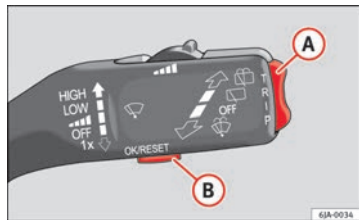

Fig. 34 Indicatore multifunzione: elementi di comando
- premendo brevemente il tasto **(B)** della leva ⇒ fig. 34 ⇒ pagina 62, oppure
Il tasto per cambiare le funzioni **A** ⇒ fig. 34 e il tasto per cancellare la memoria **B** si trovano sulla leva del tergicristalli.
- Premere brevemente il tasto **B** ⇒ fig. 34 della leva.
- Premere brevemente l'interruttore a bilanciere **A** ⇒ fig. 34 della leva in alto o in basso. In questo modo, vengono visualizzate successivamente nel display le funzioni dell'indicatore multifunzione.
- Tenere premuto il tasto ② ⇒ fig. 34 della leva.
A temperature inferiori a +4 °C (+39 °F), viene visualizzato anche il simbolo del cristallo di ghiaccio (segnale di avvertenza di carreggiata gelata) e si attiva un segnale acustico. Premendo il tasto doppio ③ ⇒ fig. 34 della leva o
- Premendo il tasto **A** → fig. 34 della leva, selezionare **Avvertenza velocità**.
- Premendo il tasto **(A)** ⇒ fig. 34 della leva, selezionare **Avvertenza velocità**.